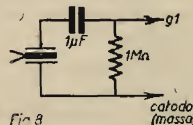

Fig. 8
a) La tensione di resa del microfono piezoelettrico è sensibilmente inferiore a quella di una normale capsula a carbone. L'inconveniente lamentato può quindi dipendere da insufficiente amplificazione. E' però necessario verificare se il circuito di trasduzione adottato segna le norme segnalate dalla fig. 8.